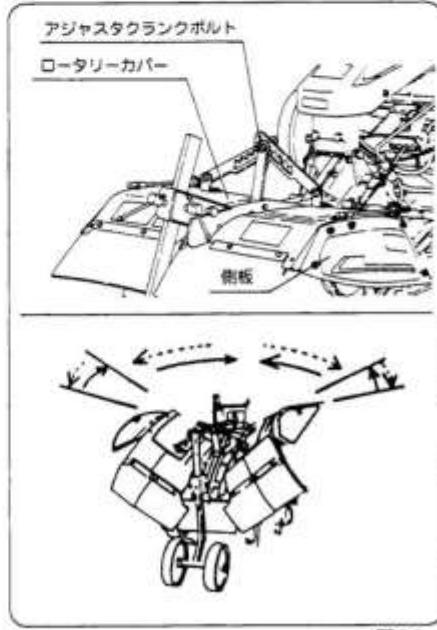

図23
- ①ロータリーカバー、側板は作業により上下に調節してください。（図23）